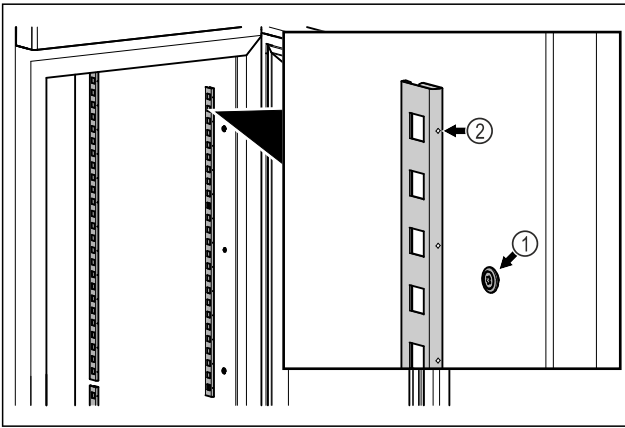

Fig. 15 Esimerkkikuva
- Kiinnitä pidikekiskot Fig. 15 (1) ripustimeen. Merkinnän Fig. 15 (2) on osoitettava eteenpäin.